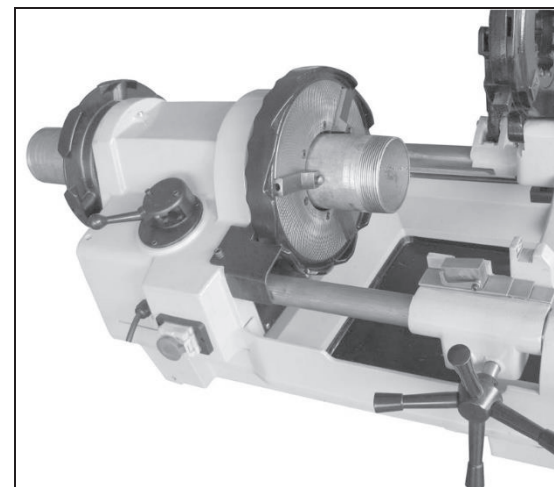

Fig. 1
3. Împingeți țeava în mașina de tăiat filete în așa fel, încât capătul țevii care urmează a fi prelucrat sau marcajul realizat să fie amplasat aproximativ 300 mm față de partea frontală a fălcii mandrinei de strângere (Fig. 1).